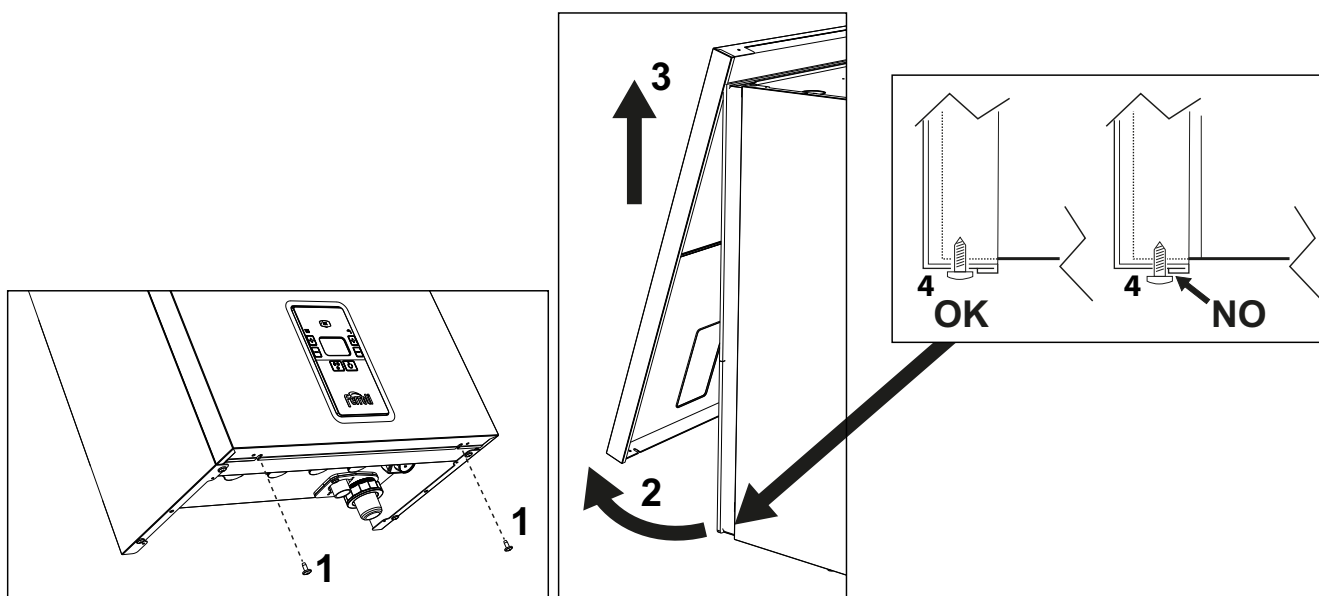

Abb. 46- Öffnen der Frontverkleidung
1. Die Schrauben „1“ lösen (siehe abb. 46).
Die Frontverkleidung in entgegengesetzter Reihenfolge zum Ausbau einbauen. Sie muss einwandfrei in den oberen Befestigungsvorrichtungen einrasten und an den Seitenwänden vollständig anliegen. Der Schraubenkopf "4" darf sich nach dem Anziehen nicht unterhalb des unteren Anschlagfalzes befinden (siehe abb. 46).